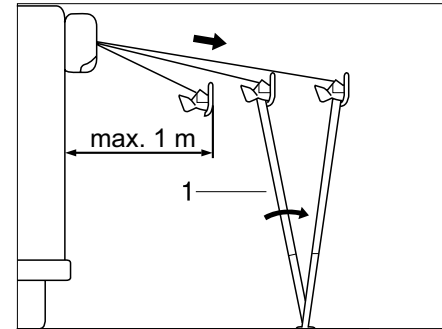

Bild 7 Markise aufstellen
- ▶ Stützfüße (Bild 7,1) ausklappen und auf den Boden stellen.
- ▶ Heringe der Stützfüße (Bild 7,1) entfernen.